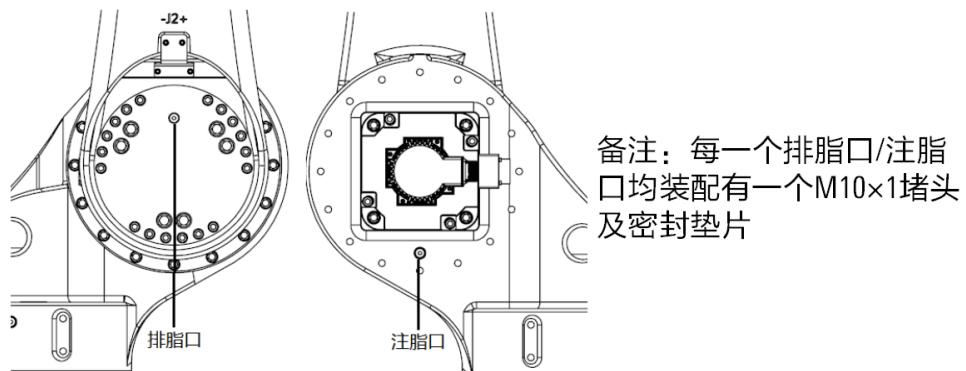

图 10-7 更换 J2 轴减速器润滑脂
- 步骤4.** 卸下排脂口 M10x1 堵头及密封垫片, 如图 10-7 所示。